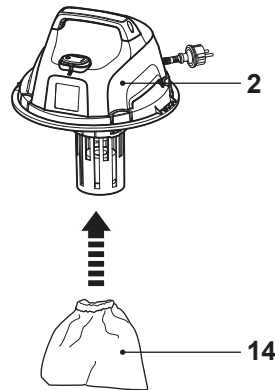

Fig. 7
- > Monte o filtro de pó (14) na unidade do motor (2) (Fig. 7). Certifique-se de que o filtro assenta bem na posição.